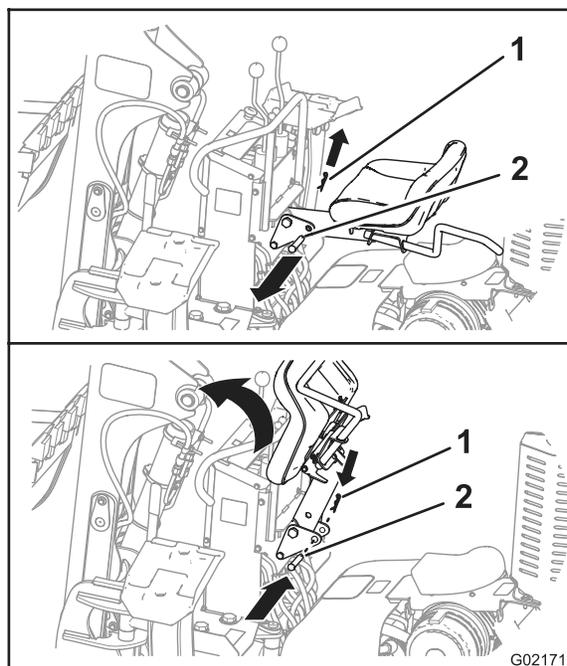

Figura 38
- A. Retire la chaveta del pasador de bloqueo del asiento (Figura 38).
- B. Retire el pasador de bloqueo del asiento del bastidor de la retroexcavadora y de la barra del asiento (Figura 38).
- C. Gire la barra del asiento hacia arriba, e introduzca el pasador de bloqueo del asiento a través de los taladros del bastidor de la retroexcavadora para bloquear el asiento en posición vertical, a fin de crear espacio para poder retirar el panel delantero (Figura 38).
- A. Retire el pasador de bloqueo del asiento y baje el asiento a la posición de operación (Figura 38).
- B. Instale el pasador de bloqueo del asiento a través de los taladros del bastidor de la retroexcavadora y de la barra del asiento (Figura 38).
- C. Instale la chaveta en el taladro del pasador de bloqueo del asiento (Figura 38).